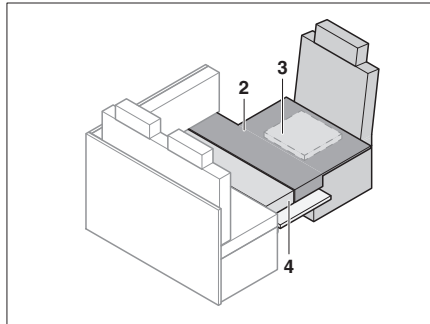

Fig. 182 Dopo la trasformazione
- Applicare i cuscini aggiuntivi come illustrato in Fig. 182.